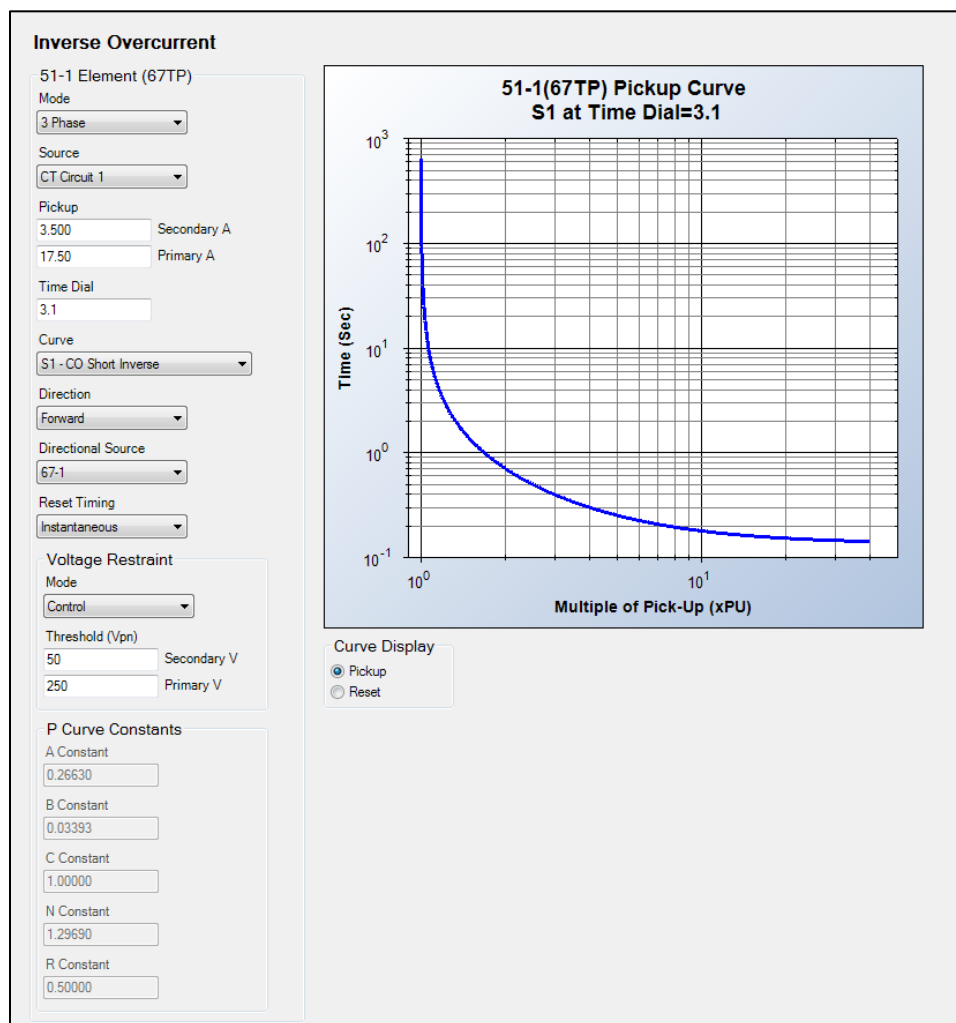

Figure 18-4. Écran des paramètres Surintensité inverse
Les paramètres de fonctionnement de l'élément de surintensité inverse sont configurés à partir de l'écran des paramètres Surintensité inverse (Inverse Overcurrent) (51) (Figure 18-4) de *BESTCOMSPlus*.